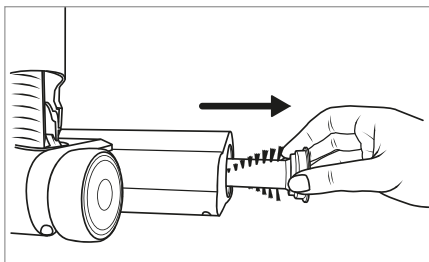

Bild 27
- 3) Dra ut rullborstens 20 ur golvborsten 21 (se bild 27).